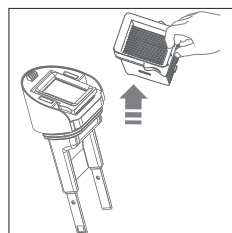

Fig. 16 – Retirer le filtre
- ▶ Tirez le filtre EPA 10 vers le haut pour le sortir du bouchon du réservoir d'eau sale (**voir Fig. 16**).